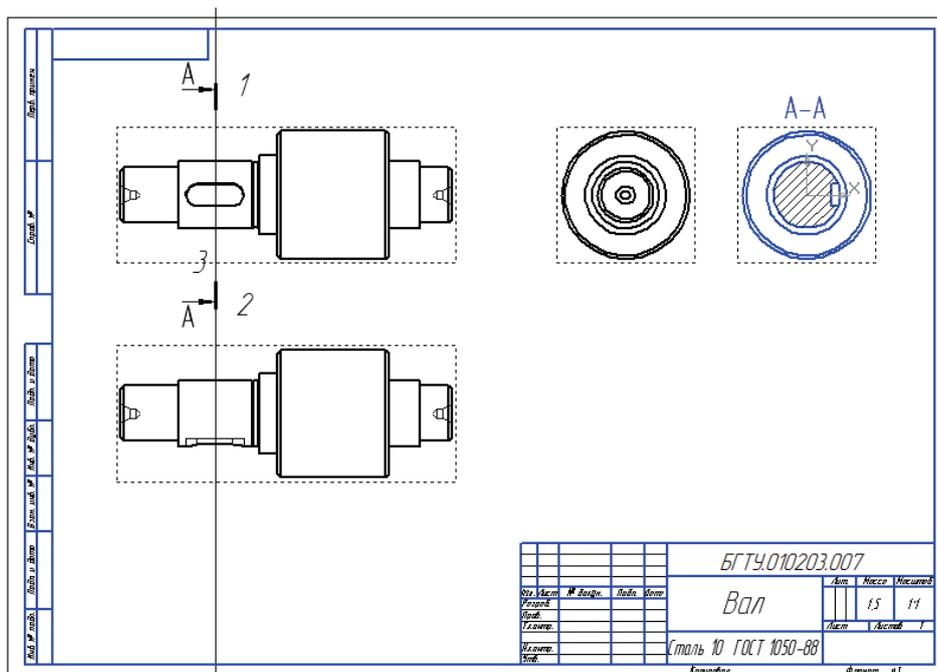

Рис. 8.17
- После этого система перейдет в режим автоматического построения сечения – просто перетяните его мышью и укажите новое положение на чертеже. Система создаст новый вид и сделает его текущим (рис. 8.17). Как видно из рисунка, система построила разрез.